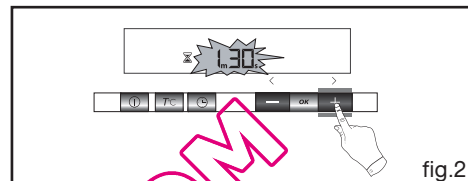

fig.2
- Regolare il tempo desiderato premendo i tasti + o - (max 59 minuti 50 secondi) (fig.2).